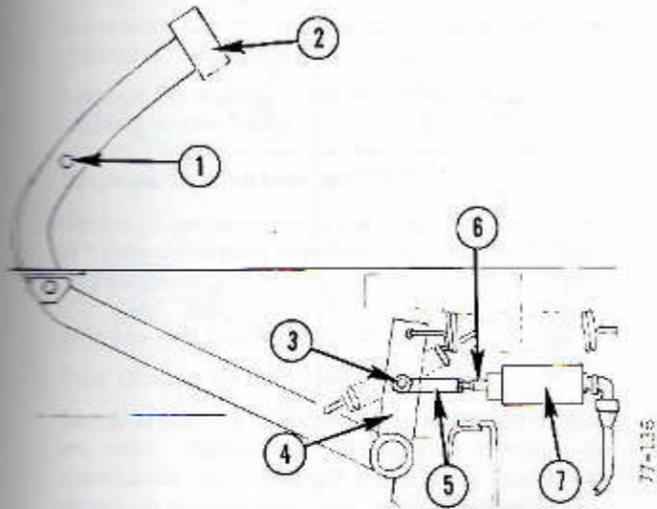

Fig. 80
La pédale 2 (fig. 80) étant en position haute, desserrer le contre-écrou de la chape 5 et retirer l'axe 3 pour désaccoupler la chape 5 du bras 4. Appuyer le piston du distributeur 6 à fond contre son siège, et régler la position de la chape 5 jusqu'à ce que les trous de la chape soient en face du trou du bras. Serrer la chape de 1/2 tour supplémentaire pour être sûr que le clapet s'appuie bien sur son siège.
**Important.** — Le boulon de butée 1 (fig. 80) ne doit pas être déposé de la pédale pour éviter d'endommager le distributeur de débrayage d'urgence.